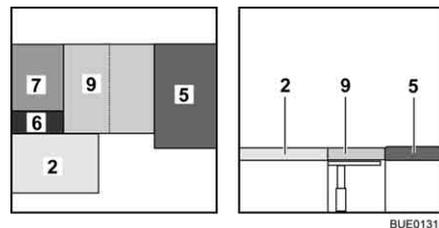

Fig. 138 Après la transformation
- Relever le coussin supplémentaire (Fig. 138,9) et le placer sur la table.